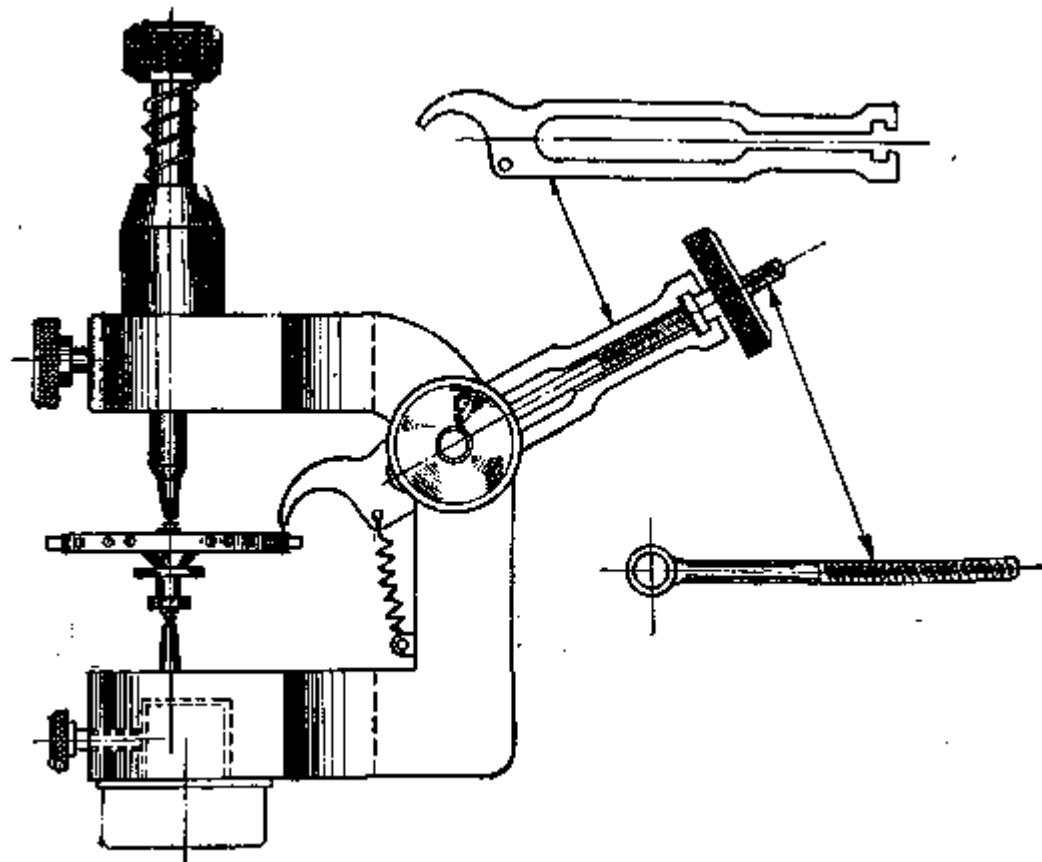

Рис. 87. Специальный станок для проверки баланса
4. Станок для проверки баланса по плоскости (рис. 87), закрепляющийся в тисках. Проверка баланда во всех случаях производится медленным поворотом баланда и наблюдением просвета между остроугольным выступом линейки и ободом.